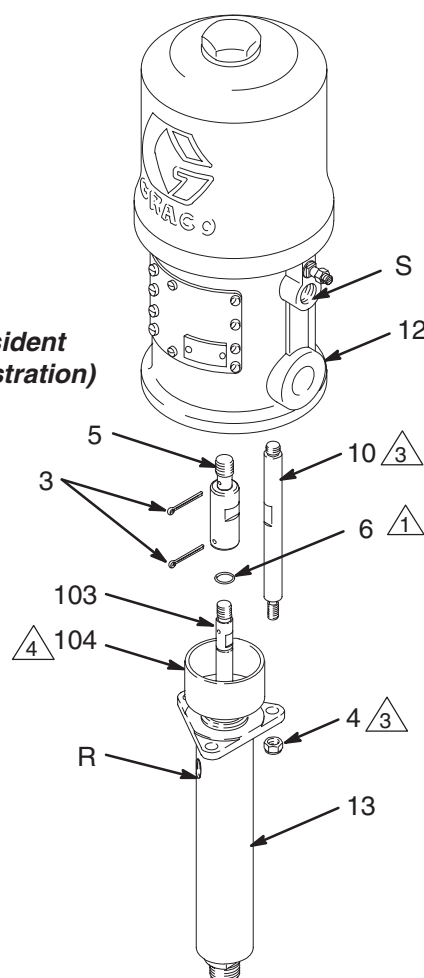

Fig. 3
Laisser l'écrou/la coupelle de presse-étoupe (104) rempli de liquide d'étanchéité Graco TSL ou d'un solvant compatible pour permettre de prolonger la durée de vie des joints. S'assurer toutes les semaines que l'écrou de presse-étoupe est bien serré entre 24 et 27 N.m. Ne pas le serrer excessivement. Voir Fig. 3 page 11. Relâcher la pression avant de régler l'écrou de presse-étoupe ou d'ajouter du TSL.
2. Déconnecter les flexibles d'air et de produit. Déposer la pompe de son socle. Noter le positionnement relatif de la sortie produit (R) par rapport à l'entrée d'air (S). Voir Fig. 3.
3. Dévisser les écrous (4) des tiges (10). Retirer la goupille fendue (3). Sortir le bas de pompe (13) du moteur pneumatique (12) avec précaution. Dévisser la tige de piston (103) sur le moteur (12) ou l'adaptateur (5, pompes President uniquement). Examiner le joint torique (6).
1. Lubrifier le joint torique (6) et s'assurer qu'il est bien en place sur la tige de piston (103).
2. Orienter la sortie produit (R) vers l'entrée d'air (S) comme indiqué au point 2 du paragraphe **Démontage du bas de pompe**. Placer le bas de pompe (13) sur les tiges (10). Voir Fig. 3.
3. Visser la tige de piston (103) sur l'arbre du moteur (12) ou l'adaptateur (5, pompes President uniquement) jusqu'à ce que les trous de goupilles soient alignés. Visser les écrous (4) sur les tiges (10) sans serrer. Mettre en place la goupille fendue (3).
4. Monter la pompe et brancher tous les flexibles. Rebrancher le câble de mise à la terre s'il a été débranché pendant la réparation. Serrer l'écrou de presse-étoupe (104) à un couple de 24–27 N.m. Remplir la coupelle de presse-étoupe de liquide d'étanchéité Graco TSL ou de solvant compatible.
5. Serrer les écrous des tiges de commande (4) de façon uniforme et au couple indiqué à la Fig. 3. Faire démarrer la pompe et lui fournir une pression d'air d'env. 0,28 MPa (2,8 bars) pour contrôler son bon fonctionnement.